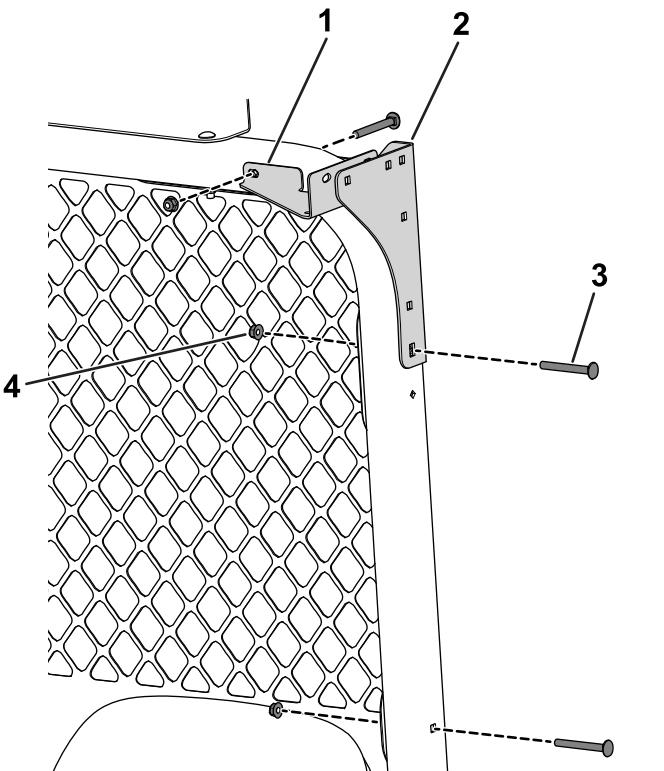

Figura 34
6. Utilize 2 parafusos de carroçaria (5/16 x 2 3/4 pol.) e 4 porcas flangeadas (5/16 pol.) para prender os suportes de montagem traseiros e as placas de canto traseiras à barra de segurança (Figura 34).
- Utilize 2 parafusos de carroçaria (5/16 x 2 $\frac{3}{4}$ pol.) e 2 porcas (5/16 pol.) para prender o filtro traseiro à barra de segurança (Figura 34).